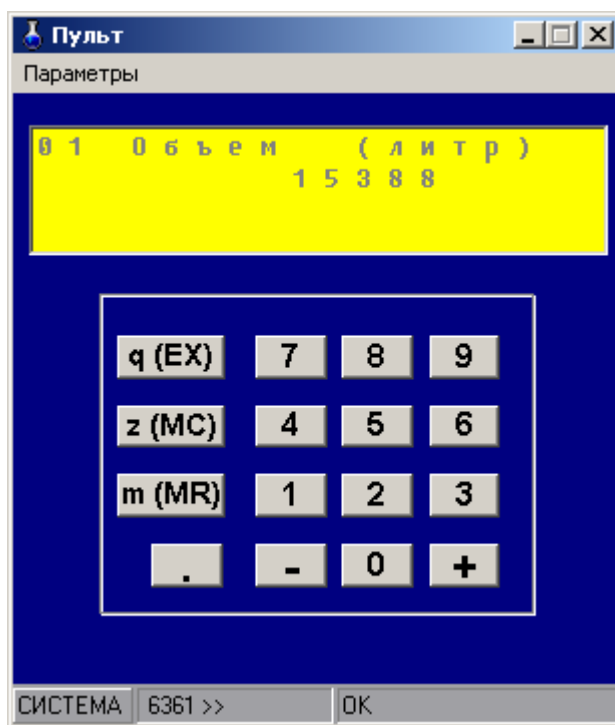

Рисунок 6.1 – Представление имитатора пульта системы.
6.1 Запуск окна имитатора выполняется нажатием экранной кнопки  на кнопочной панели главного окна программы (рисунок 3.1). Окно имитатора (рисунок 6.1) содержит изображения индикатора и клавиатуры аналогично внешнему виду блока индикации БИ в составе системы.